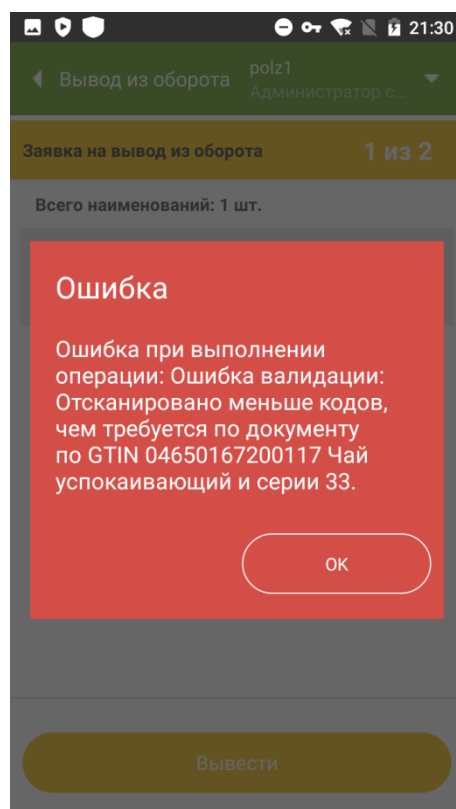

Рисунок 11.17
- 2.4.1. Если были отсканированы не все коды по операции, появится сообщение об ошибке (Рисунок 11.17). Вернуться на шаг 2.3.